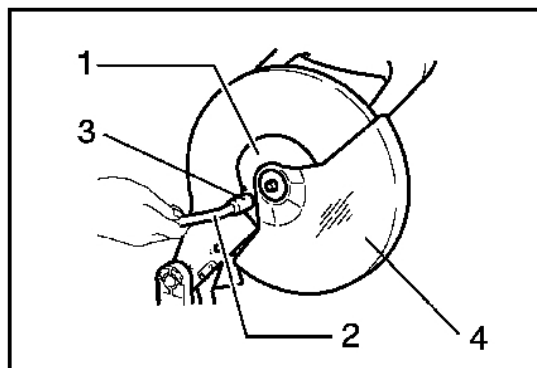

Рис. 9
- Открутите шестигранный болт кожуха (3), повернув его против часовой стрелки.
- Поднимите кожух диска(4) и центральную крышку(1) (рисунок 9).